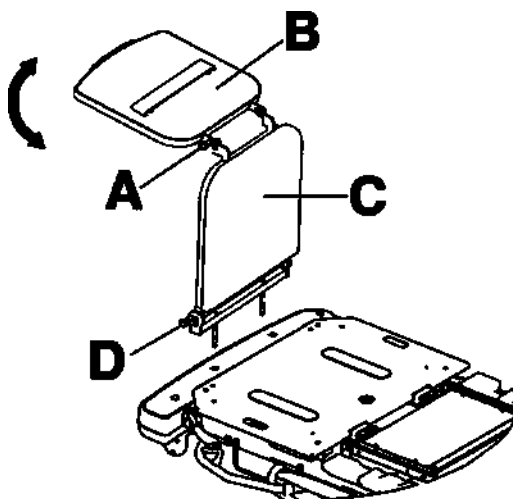

Рисунок 21 – Лоток для дефибриллятора/удлинителя изножья
1. Вытяните верхнюю ручку (A) (Рисунок 21).
2. Поверните лоток для дефибриллятора (B) так, чтобы он был расположен горизонтально над ножным концом изделия. Отпустите верхнюю ручку (A). Убедитесь в том, что лоток для дефибриллятора зафиксирован.
Порядок преобразования лотка для дефибриллятора — удлинителя изножья в удлинитель изножья (Рисунок 21):